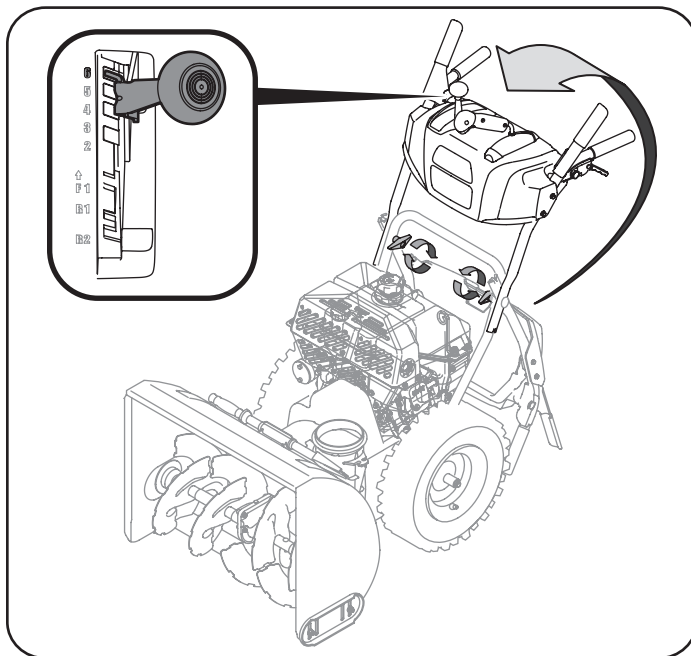

Figura 1
- a. Coloque la palanca de cambios en la posición de avance (F) 6.
- b. Tire hacia arriba y hacia atrás de la manija superior, tal y como se muestra en la Figura 1. Cuando usted levanta el mango hacia arriba, asegúrese que ambos finales del cable de centro son colocados correctamente en los soportes. Alinee la manija superior con la manija inferior.